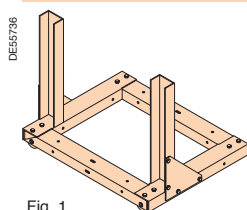

Fig. 1
- Wózek (zestaw części, rys.1)